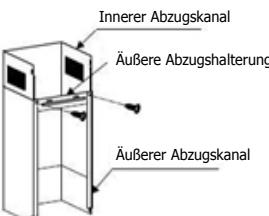

Abb. 5
8. Setzen Sie inneren und äußeren Abzugskanal zusammen und nehmen Sie eine selbstschneidende Schraube (ST4*8 mm), um die äußere Abzugshalterung am äußeren Abzug zu befestigen . Achten Sie darauf, dass sich der innere Abzugskanal im äußeren Abzugskanal verstehen lässt (siehe Abb. 5).
8. Puneti împreună coșul de fum intern și extern și folosiți șuruburi autofiletante ST4*8mm pentru a fixa suportul coșului de fum extern pe acesta. Asigurați-vă că coșul de fum intern este reglabil în interiorul coșului extern. Vezi Fig. 5